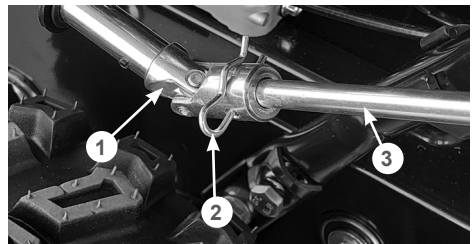

Рис. 25 Крепление рычага управления поворотом жёлоба
- вставьте рычаг 3 в карданный соединитель 1, совместите отверстия в рычаге и соединителе и зафиксируйте рычаг шплинтом 2 (Рис. 25).